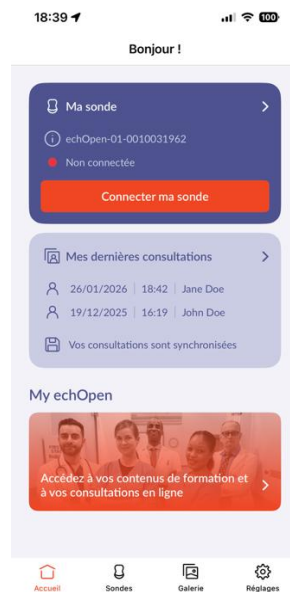

Figure 6 : Écran d'accueil
4. Appuyez sur le bouton **NOUVELLE CONSULTATION** en bas de l'écran d'accueil pour commencer l'examen échographique (Figure 6).